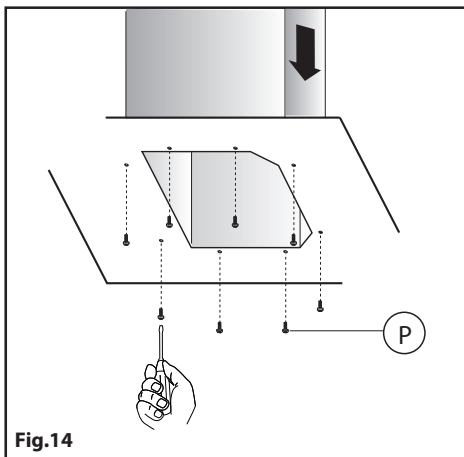

Fig.14
- Se necessario, fissare dall'interno, il camino inferiore alla cappa, utilizzando le viti **P** (Fig. 14).